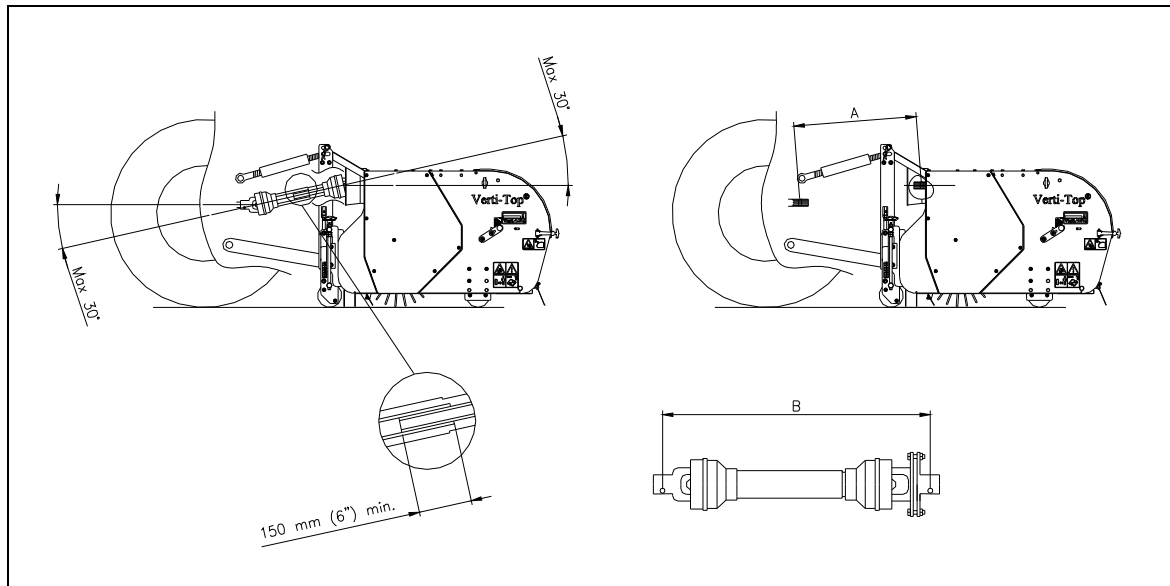

Fig. 10
4.1 LONGITUD DE LA TOMA DE FUERZA (Fig. 10)